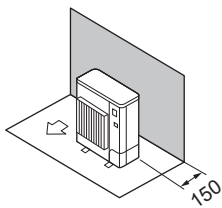

Fig. 2-7
(1) Hindringer kun bak (Fig. 2-7)